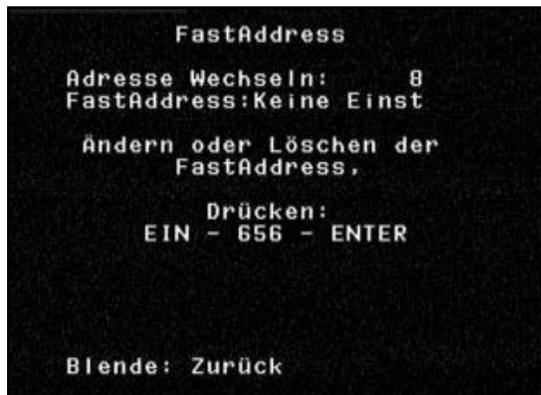

Abbildung 3A Neue Adresse eingeben
- b. ON-999-ENTER eingeben und den Anweisungen auf dem Bildschirm folgen (siehe ABBILDUNG 3A).